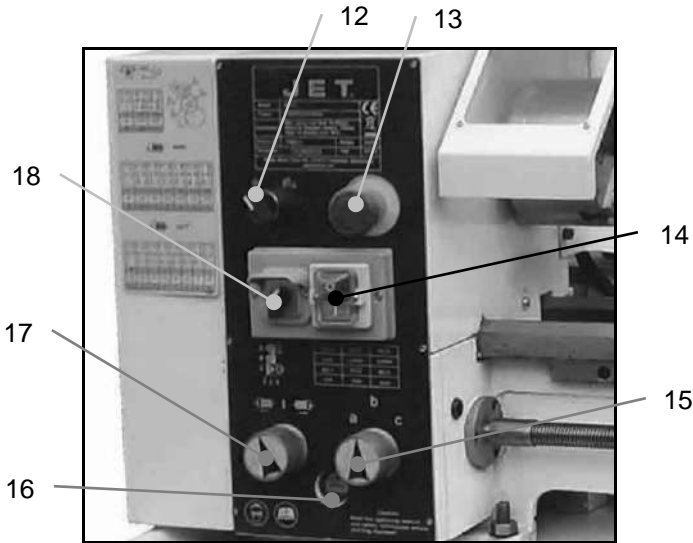

Рис.2
Выбор направления вращения шпинделя осуществляется переключателем (18, Рис.2)
Включение и отключение вращения шпинделя производится при помощи кнопок (14, Рис.2)
Рукоятка выбора подачи (15, Рис.2) обеспечивает три различных варианта автоматической обработки. Возможно также установить и другие величины подач, используя сменные шестерни.
Рукоятка выбора направления перемещения (17, Рис.2) позволяет менять направление перемещения продольного суппорта влево-вправо.
**ВНИМАНИЕ:** Допускается переключение рукояток подачи (15, 17 Рис.2) при вращающемся шпинделе станка. Переключение при резании недопустимо.